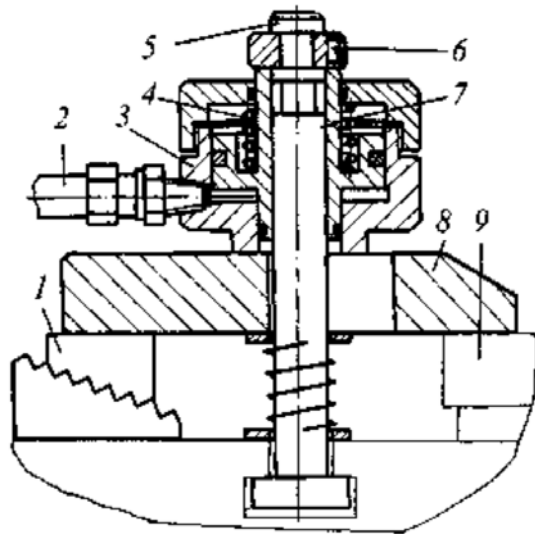

Рис. 7
9. Опишите конструкцию и принцип действия механизма, приведенного на рис. 7.